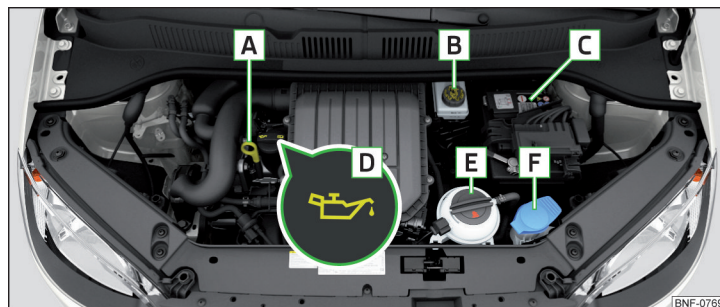

Рис. 137 Приклад компонування в моторному відсіку.
- Відгвинтіть кришку горловини для поповнення моторної оливи » Рис. 137 на стор. 127.